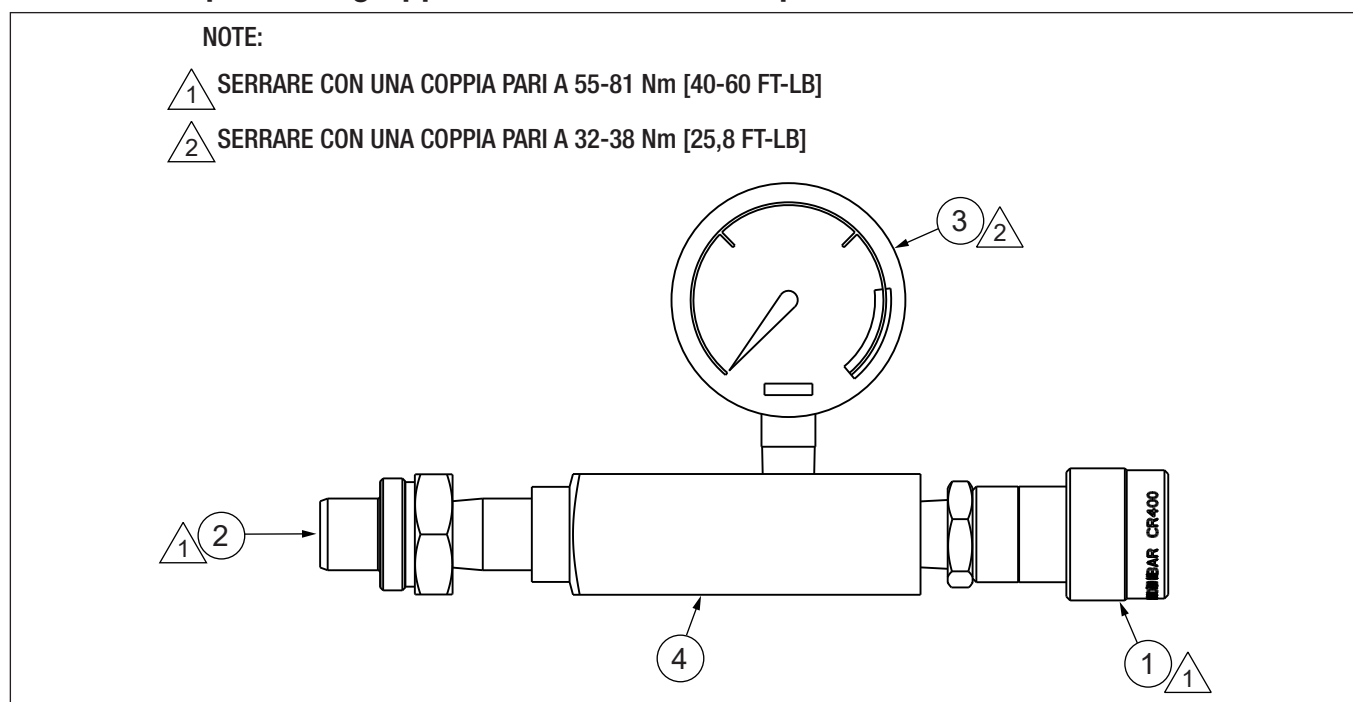

Figura 22: Vista esplosa – Gruppo di misurazione della pressione
9.4.1 Tabella delle parti del gruppo di misurazione della pressione LGH100900-5 (Figura 22)